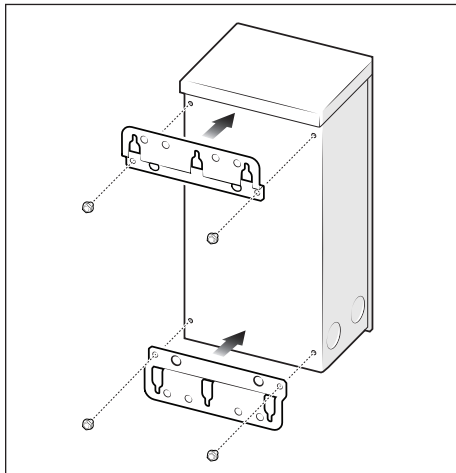

Figure 7. Installer les supports
2. Faire pivoter et fixer les supports supérieur et inférieur avec les vis de montage dans les mêmes trous de montage, voir *Figure 7*.